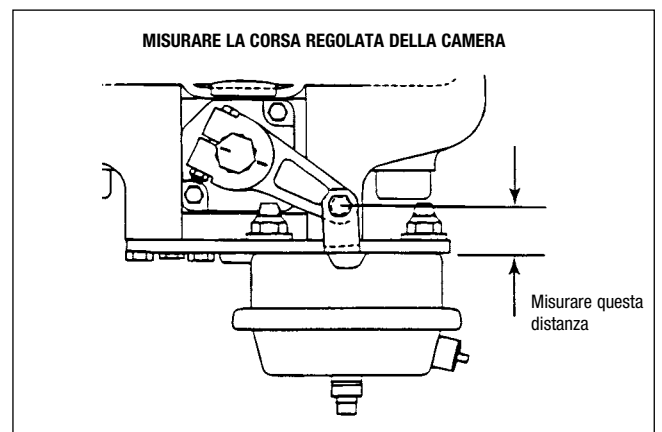

FIG. 14
1. **Lunghezza della corsa:** Controllare la lunghezza regolata della camera, procedendo così (Fig. 14):